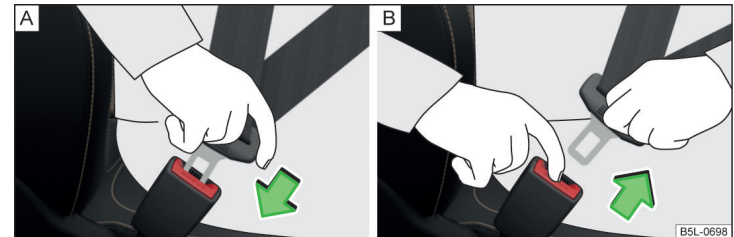

Abb. 7 Sicherheitsgurt anlegen / ablegen
- › Die Schlos­szunge in das zum Sitz gehörende Gurtschloss » Abb. 7 - [A] stecken, bis diese hörbar einrastet.
- › Die Schlos­szunge fassen und die rote Taste im Gurtschloss drücken » Abb. 7 - [B], die Schlos­szunge springt heraus.